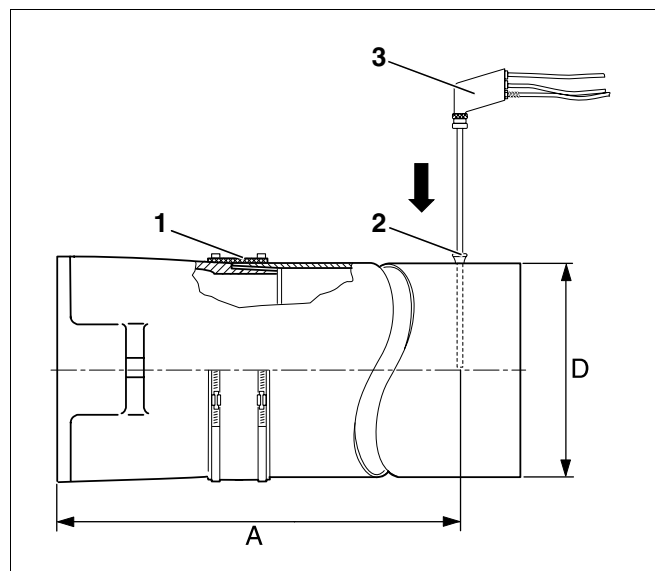

Fig. 11 Înregistrarea valorilor măsurate
Măsurătorile au loc în principal în conducta de evacuare. Orificiul de măsurare (mufa; Fig. 11, **Poz. 2**) trebuie adusă la o distanță "A" (ca. 2 × diametrul conductei de evacuare "D") de racordul de evacuare (Fig. 11). Dacă instalația de evacuare este legată direct după cazanul de încălzire printr-un cot, atunci măsurarea se face în fața cotului.
Vă recomandăm folosirea unei manșete de etanșeizare pentru conducta (Fig. 11, **Poz. 1**) de evacuare.
- Se introduce sonda de măsurare (Fig. 11, **Poz. 3**, pagina 17) pînă în miezul curentului (mijlocul conductei de evacuare) gazului de evacuare (temperatura maximă de evacuare).